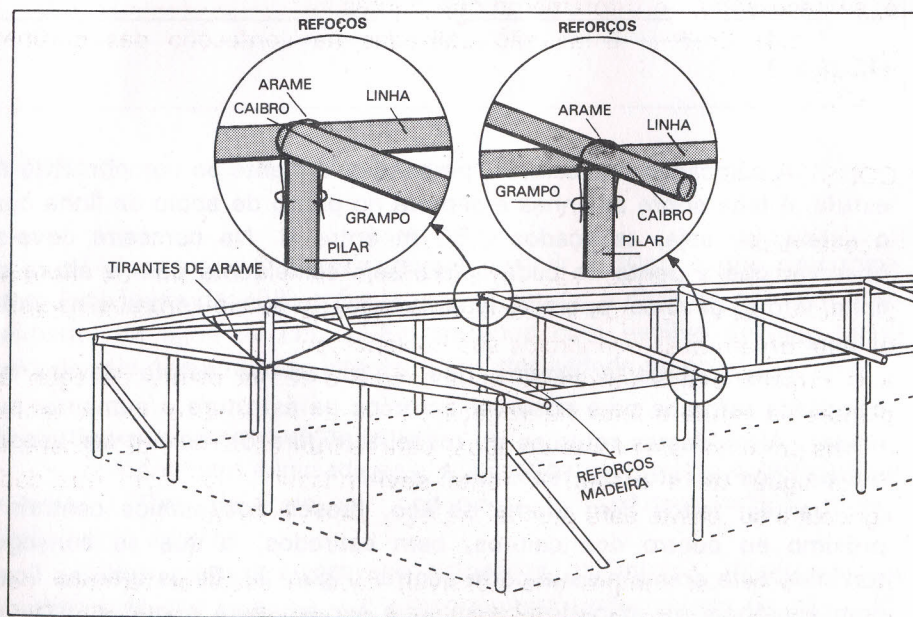

FIGURA 5
Nos caibros e esteios dos 4 cantos da estufa devem ser colocados reforços para absorver esforços da estrutura e aumentar sua rigidez. Além destes reforços de madeira (Figura 5), devem ser usados outros tipos de reforços, feitos com arame.
1) Tirantes: feitos com arame de aço, presos nos esteios centrais e próximo ao centro dos caibros, bem estirados, o que se consegue torcendo este arame na sua parte central (Figura 5). Estes tirantes ficam com aparência de mãos-francesas, que servem para suportar esforços para cima, tipo de esforço mais comum em cobertura de estufas.
3) União de peças: Em madeiras que racham as pontas, como o eucalipto, ocorre uma má fixação dos pregos, que podem se desprender da madeira com o passar do tempo. É aconselhável que, em cada ponto de fixação de peças de madeira, seja reforçado com uma laçada de arame fixado com grampos. (Figura 5)